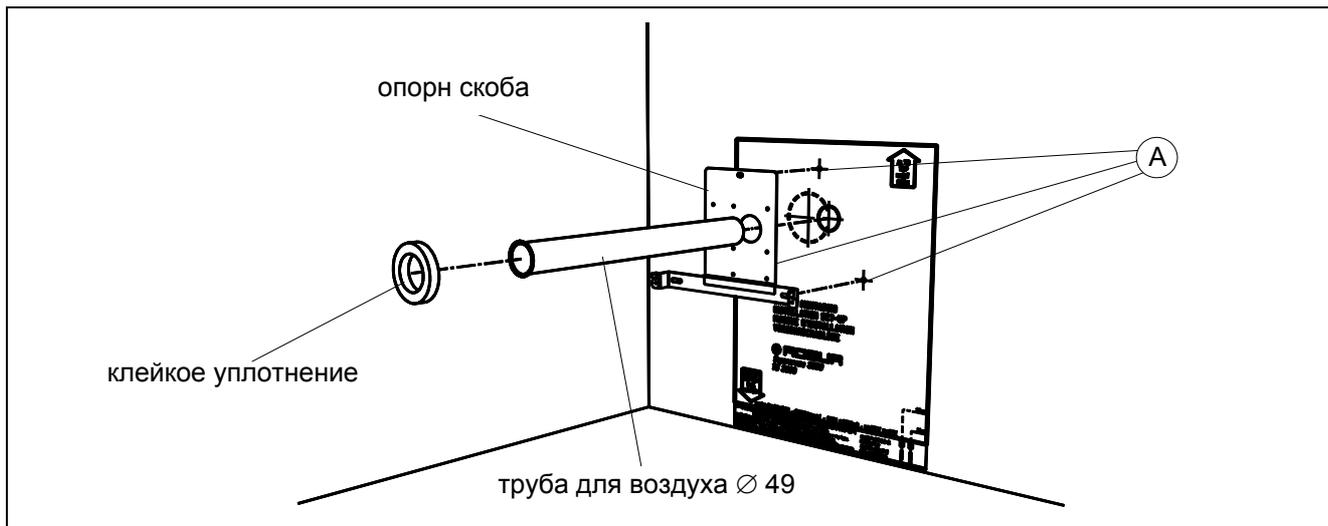
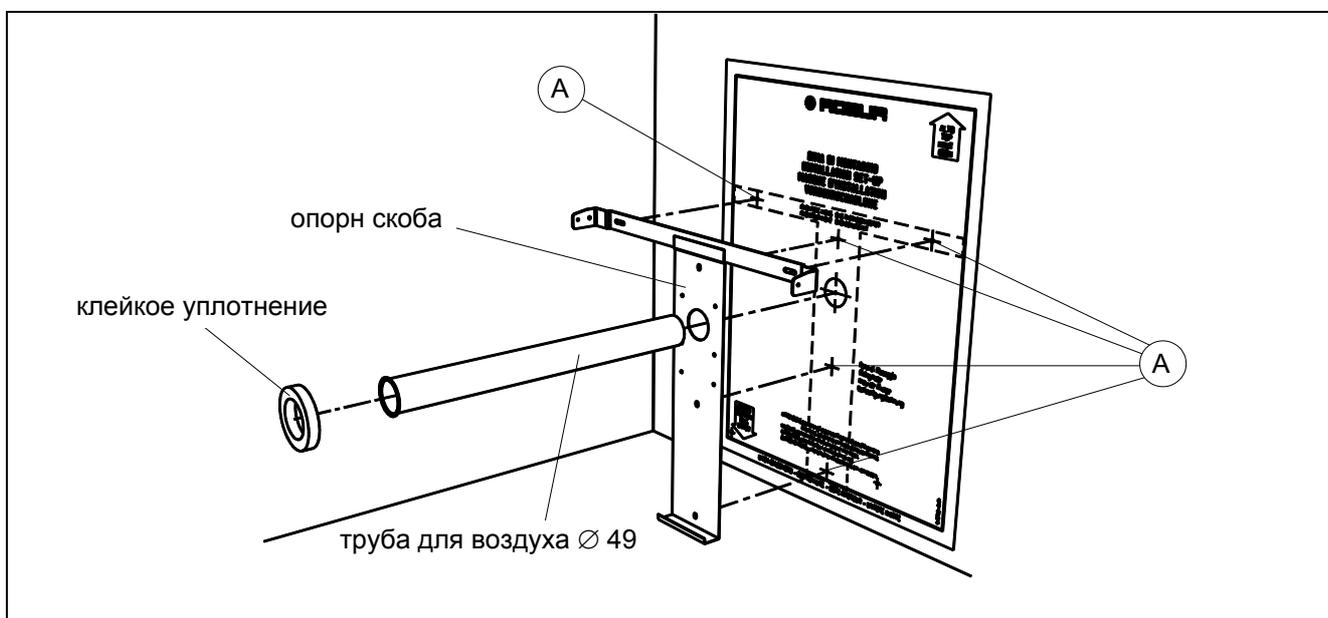
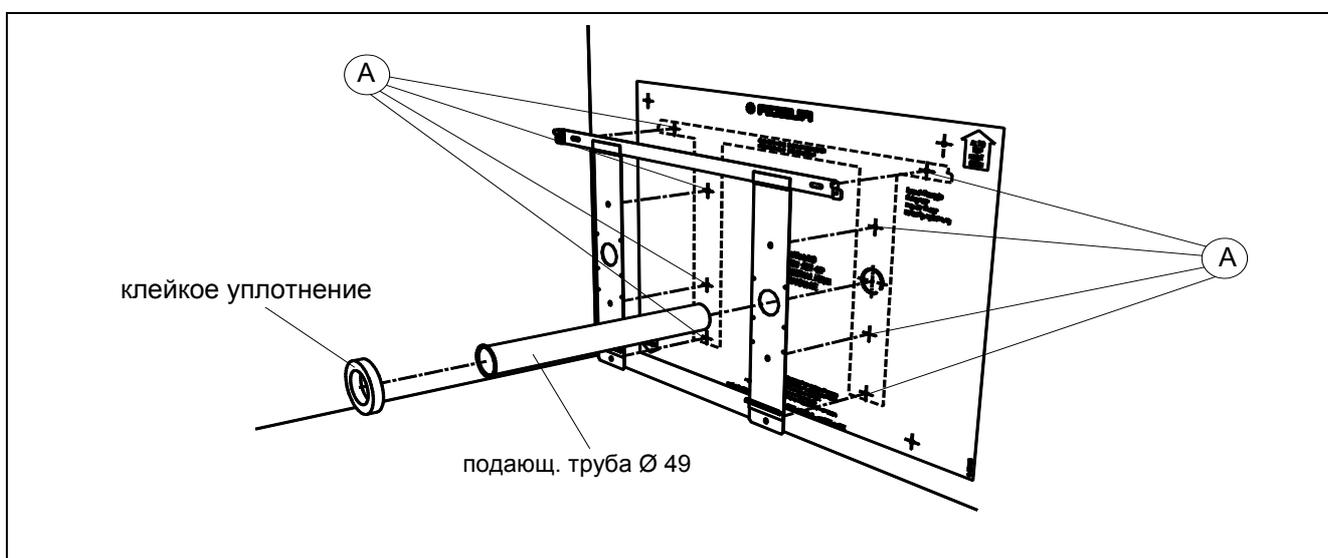

Рисунок 7 – РАСПОЛОЖЕНИЕ SQUADRA DI SOSTEGNO и FORATURE для МОДЕЛЕЙ 3001 и 3002
Рисунок 8 – РАСПОЛОЖЕНИЕ ОПОРНОГО БЛОКА и ОТВЕРСТИЙ для МОДЕЛЕЙ 4001, 4002, 5001 и 5002
Рисунок 9 – РАСПОЛОЖЕНИЕ ОПОРНОЙ СКОБЫ и ОТВЕРСТИЙ для МОДЕЛЕЙ 8001 и 8002
2. Закрепить монтажный шаблон на стене в месте предполагаемой установки, следя за тем, чтобы она была перпендикулярна полу. Выполнить отверстие ( $\varnothing$  50 мм) для установки большой трубы и отверстия А (см. Рисунок 7, Рисунок 8 и Рисунок 9) для крепления опорной скобы (выполнить отверстия  $\varnothing$  6 мм для вставки вкладыша в комплекте). Отверстие  $\varnothing$  50 мм для трубы может быть выполнена с помощью соответствующей фрезы (см. раздел “Перечень аксессуаров”) или с помощью последовательного выполнения меньших отверстий с помощью простого сверла по периметру предполагаемого большого отверстия.
5. Расположить опорную скобу и подающ. трубу  $\varnothing 49$ , следя за тем, чтобы кромка трубы встала впритык к скобе (см. Рисунок 7, Рисунок 8 и Рисунок 9).
6. Закрепить скобу винтами и установить клейкое уплотнение вокруг отверстия (см. Рисунок 7, Рисунок 8 и Рисунок 9).